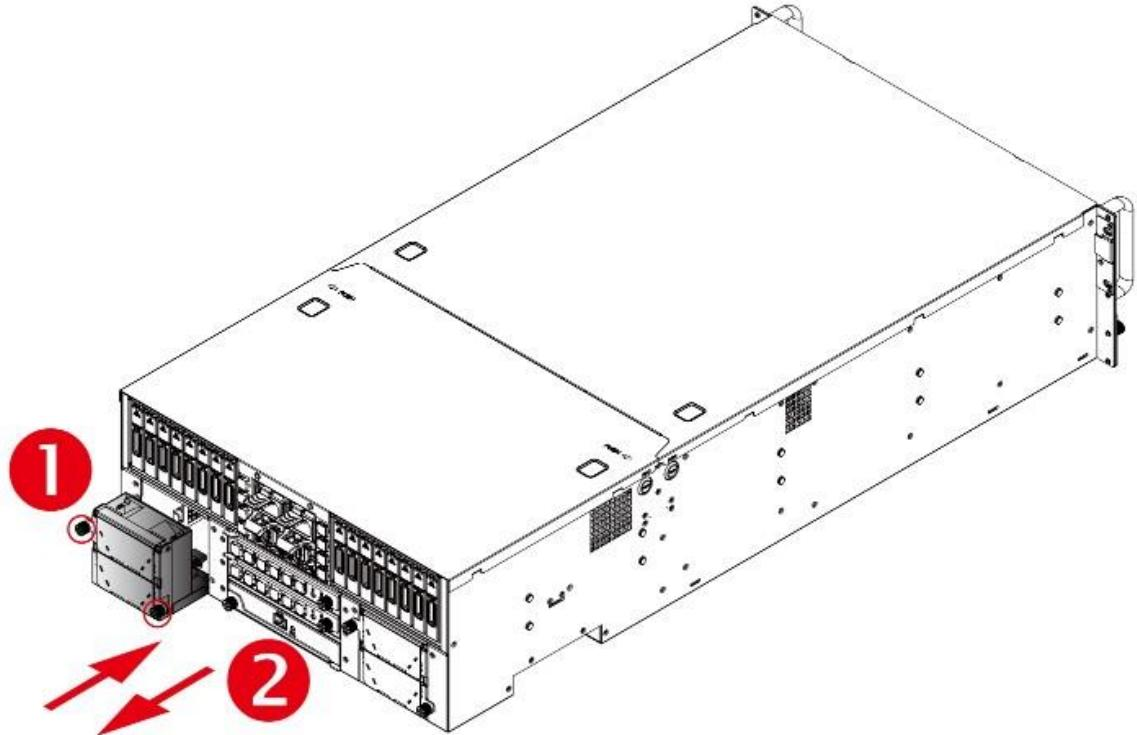

Рисунок 158 - Демонтаж и монтаж модуля вентилятора
- 2) Потянуть модуль из лотка вентилятора аккуратно и твердо, пока она не выйдет из шасси корпуса (см. Рисунок 158).